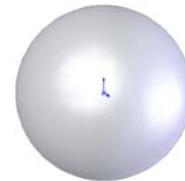

图 4-30 旋转的球体
**03** 旋转实体。在菜单栏中选择“插入”→“凸台/基体”→“旋转”命令，或者单击“特征”工具栏中的“旋转凸台/基体”图标按钮 ，将上一步绘制的草图旋转为一个球形实体，结果如图 4-30 所示。